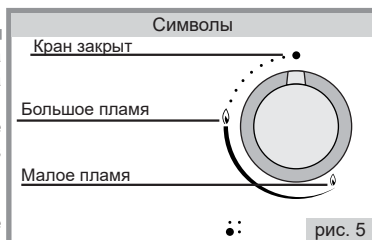

рис. 5
- На панели управления возле рукоятки каждого крана (рис.5) схематично изображено положение горелок на столе и нанесены символы состояния работы горелок.